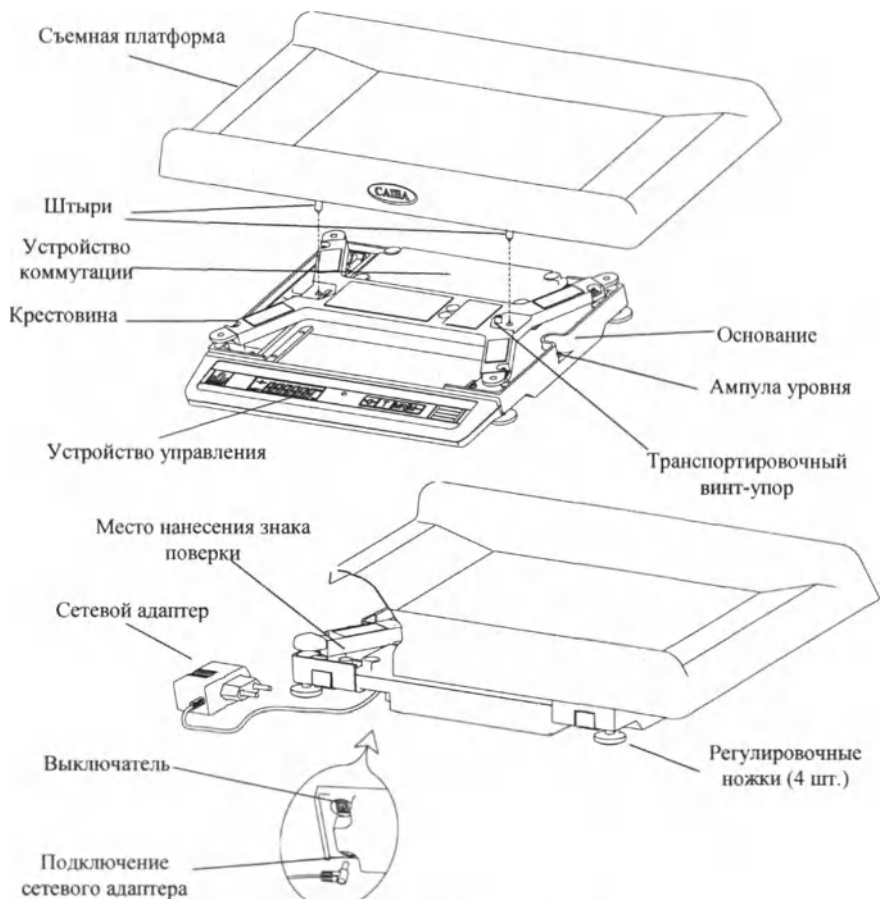

Рисунок 6.1 – Весы В1-15.3К
7.2 Вывернуть транспортировочный винт-упор, вращая его только против часовой стрелки (рис. 6.1).
7.5 Установить на весы съемную платформу (направление установки показано пунктирными линиями на рис. 6.1. Слегка надавить сверху на платформу, обеспечив ее сцепление с весами.